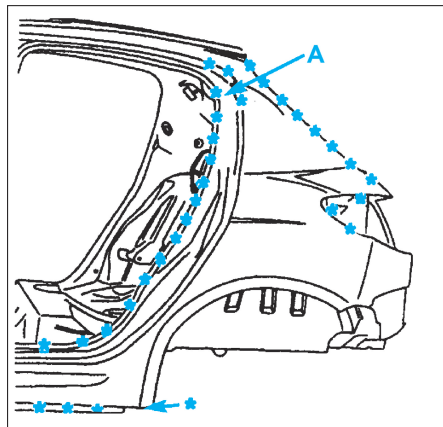
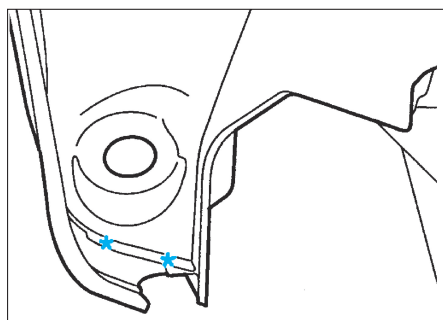

FIG. 115
FIG. 116
• Découper le support arrière de joint de jet d'eau par fraisage des points en (A) (Fig.115) et (Fig.116).
• Découper par fraisage des points (Fig.115).